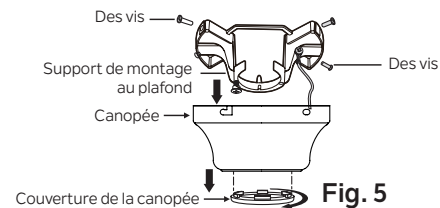

Fig. 5
Étape 1. Retirez le couvercle inférieur du dais décoratif du dais. (Fig. 5)
Étape 2. Desserrez les quatre vis sur le dessus de la canopée. Retirez les deux vis non fendues et desserrez les vis fendues. Cela vous permettra de retirer le support de fixation au plafond. (Fig. 5)
Étape 3. Retirez le support de fixation au plafond de l'auvent en desserrant les deux vis situées au bas du support de fixation au plafond. Tournez le dais dans le sens antihoraire et retirez-le. (Fig. 5)